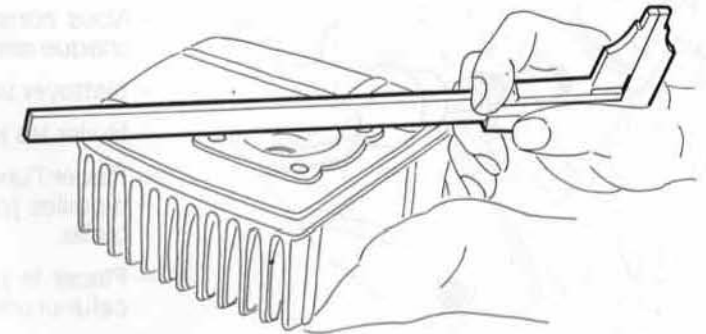

FIG. 2
- Vérifier la planéité du plan de joint de culasse au marbre (à défaut utiliser l'arête d'un pied à coulisse, fig. 2).